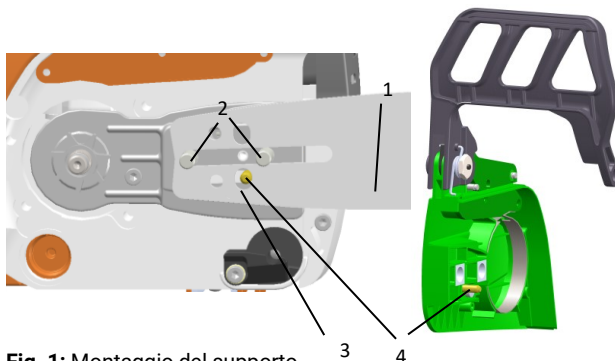

Fig. 1: Montaggio del supporto
- > Posizionare la barra di guida (1 - Fig.1) tra le viti (2 - Fig.1) nello stesso modo di una normale barra di guida per motosega.
- > Il foro **(3 - Fig.1)** nel supporto deve essere a livello con il meccanismo di azionamento del tendicatena. A seconda del tipo di motosega, questa viene montata sul lato motore o nel coperchio **(4 - Fig.1)**.